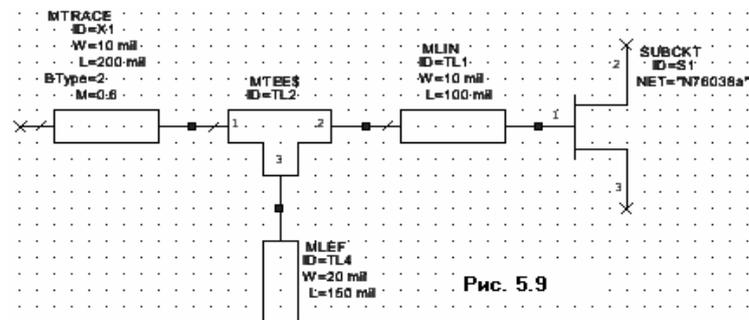

Рис. 5.9
элемент, поместите его на узел **3** элемента **MTTEEX\$** и щёлкните левой кнопкой мышки, чтобы зафиксировать (Рис. 5.9).
8. Отредактируйте параметры **MTRACE**, как показано на рис. 5.9. Нажмите **OK**.
9. Повторите шаг 9 для **MLIN** и **MLEF** и отредактируйте их параметры, как показано на рис. 5.9.